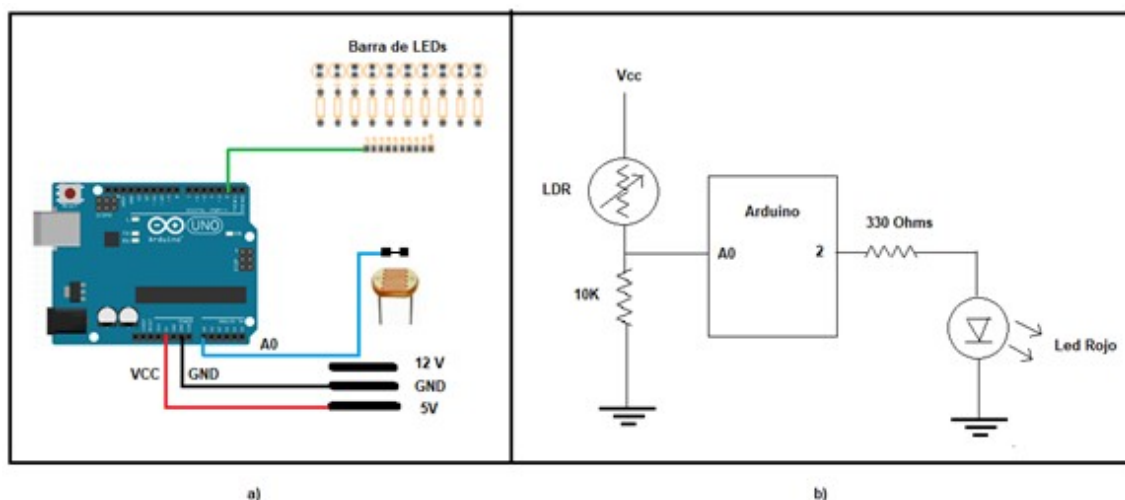

Figura 5. Conexión de la fotoresistencia a la tarjeta de laboratorio.
1.7 Conecte el pin 2 al led L1 y la salida de la fotoresistencia a la entrada A0, figura 5 a.